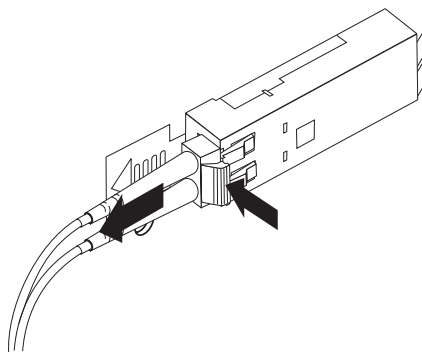

図 22. LC-LC ファイバー・チャネル・ケーブルの取り外し
2. 図 22 に示されるように、慎重にコネクタを引き出し、SFP モジュールからケーブルを取り外します。